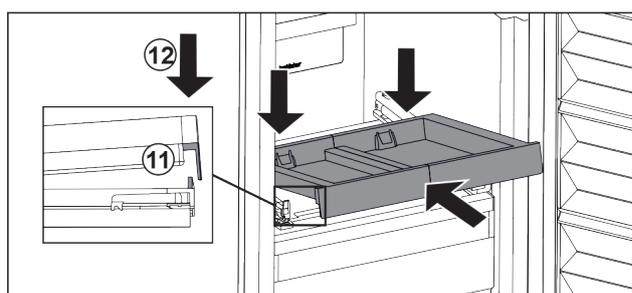

Fig. 103
- ▶ L'insérer en l'inclinant. Veiller à ce que, des deux côtés, la butée soit derrière la languette. Fig. 103 (11)
- ▶ Déposer le compartiment coulissant par l'avant. Fig. 103 (12)